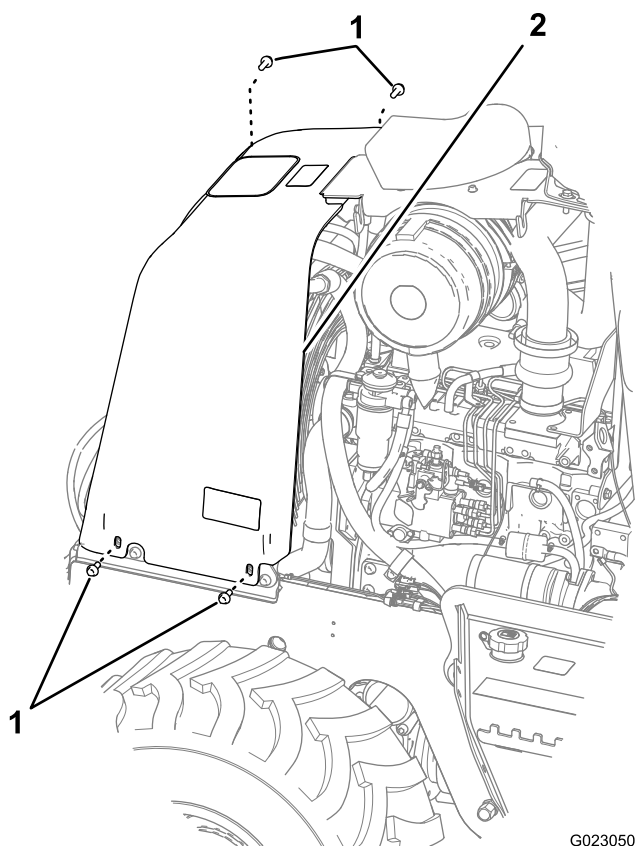

Рисунок 39
3. Отверните 4 болта в нижней части левой и правой стороны передней панели (Рисунок 39).